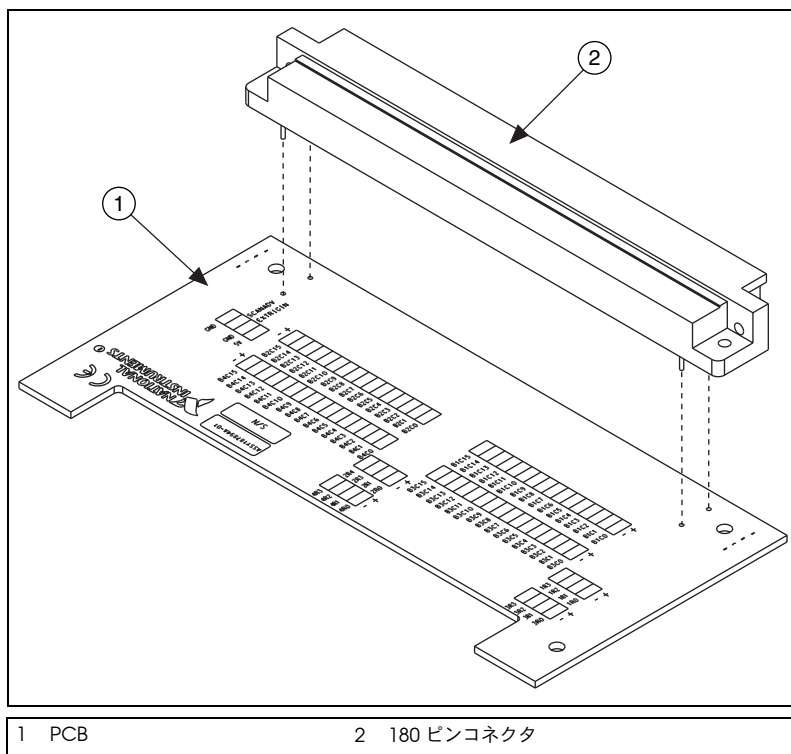

図 4 メイトコネクタを取り付ける
1. 180 ピンコネクタを図 4 に示すように配置します。